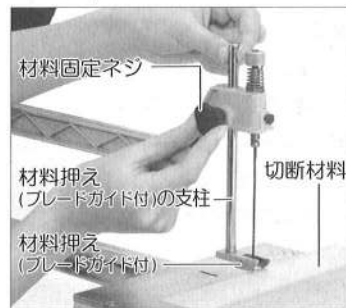

図5
- 材料押え(ブレードガイド付)は切断する材料の上に軽くのせて、材料がスムーズに動く状態でアームの横に付いている支柱固定ネジで固定して下さい。(図5参照)